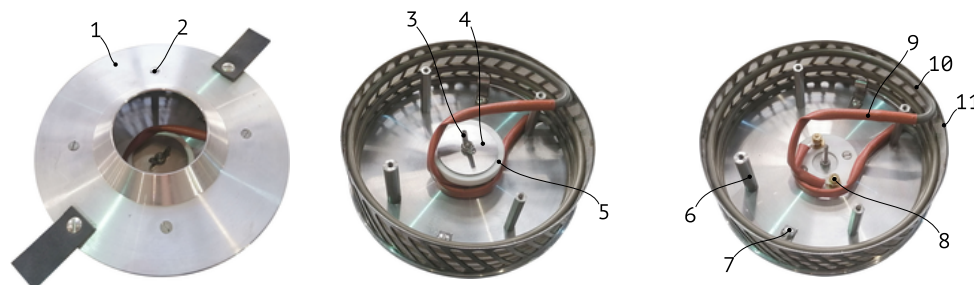

Рисунок 4
2. С помощью плоской отвёртки выкрутите четыре винта (2), удерживающие крышку прядильной головы (1), см. Рис. 4.
4. Открутите гайку-барашек (3), снимите стальную шайбу (4) и изолятор (5).
5. Открутите два зажима (7), которые фиксируют нагревательный элемент (10) (далее — элемент).
6. Открутите крепёж на токоведущих шпильках (8).
7. Отсоедините элемент от токоведущих шпилек и вытащите обечайку (11) с элементом (10) в сборе.
8. Промойте обечайку с элементом с помощью горячей воды. **ВНИМАНИЕ!** Погружать в воду выводы (9) элемента **ЗАПРЕЩАЕТСЯ!**
11. Соберите в обратном порядке. **ВНИМАНИЕ!** Выводы элемента должны располагаться напротив балансира (6).